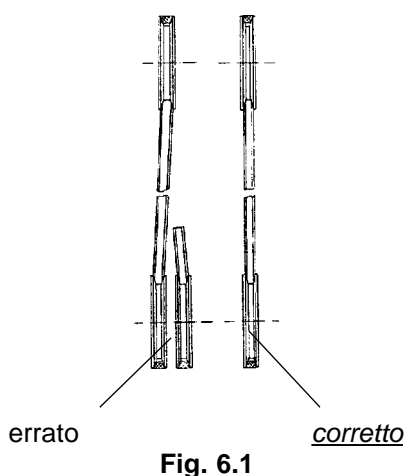

Fig. 6.1
- Allineare il motore in maniera che le pulegge del motore e della macchina siano allineate (fig. 6.1).